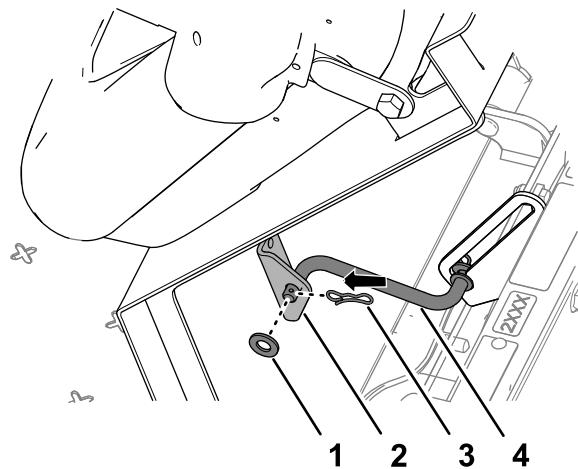

Figura 222
5. Montate l'asta di supporto sulla staffa del sedile con la rondella e la coppiglia (Figura 222).